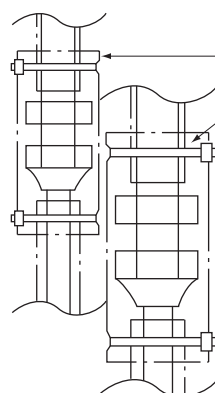

Bild 13
- Efter läckagekontroll av röranslutningen, utför värmeisolering. (**Se bild 13**)
- Utför värmeisolering av både vätske- och gasrör med monterad isolering för koppling (5) och (6).